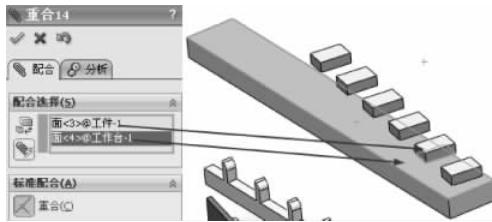

图 3-238 重合配合
(27) 选择【标准配合】选项组下的【重合】配合类型 ，在【要配合的实体】选择框  中选择如图 3-238 所示的面，其他保持默认，单击【确定】按钮 ，完成重合配合。